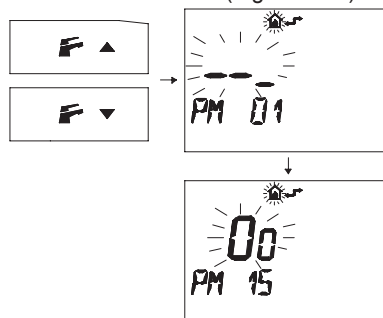

Figura 5.36
- Premere i pulsanti o per visualizzare la programmazione "PM 15" abilitazione della sonda esterna (Figura 5.36).